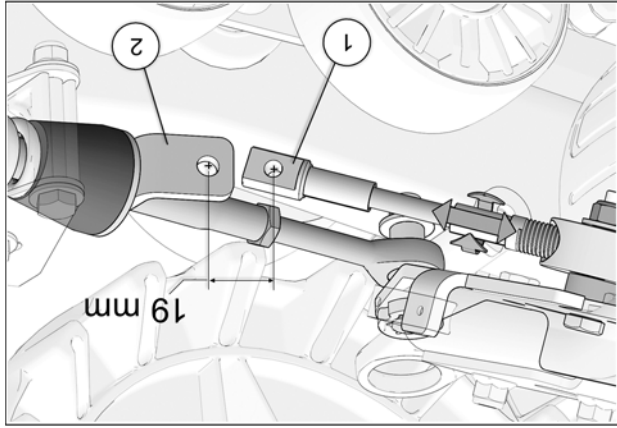

Fig. 35
18. Tourner le volant du véhicule au maximum de la course du côté gauche. En maintenant une pression au volant, ajuster le câble (en vissant ou dévissant pour ajuster la longueur). Voir la Fig. 35
19. Obtenir une distance de 19 mm [$\frac{3}{4}$ po.] du centre de l'extrémité du câble (1) au centre de l'extrémité du support de fixation (2). Voir la Fig. 35